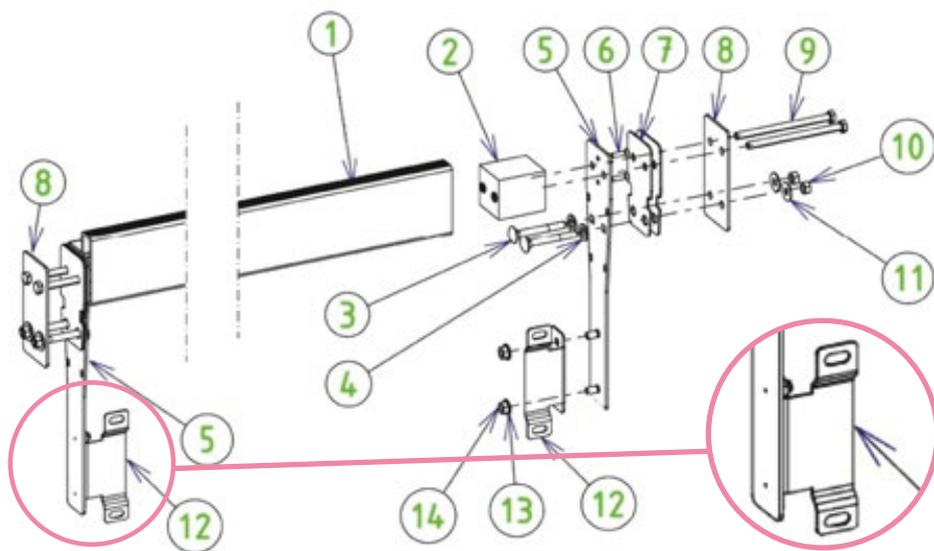

Figure 42 – Assemblage et montage de la poutre
Les étapes de montage de la poutre sont illustrées à la Figure 42. La visserie nécessaire à ce montage se trouve dans le sachet Y. Sur cette figure, la paroi de bois est située entre les pièces 7 et 8, et le liner est situé entre les deux joints (7) en caoutchouc.
Montez les deux équerres de support de parois de séparation (12) sur les platines (5) par le biais de quatre écrous (14) et quatre rondelles (13) de diamètre 8 mm en inox A4. Les avancées sur lesquelles de situent les trous oblongs sur les équerres (12) doivent se situer du même côté de la poutre (voir zoom *Figure 42*).
Pour finir, fixez la paroi de séparation sur les équerres (pièce 12 de la *Figure 42*) grâce à quatre vis (7) à tête poëlier 8 × 16, quatre rondelles et quatre écrous de diamètre 8 mm en inox A4.